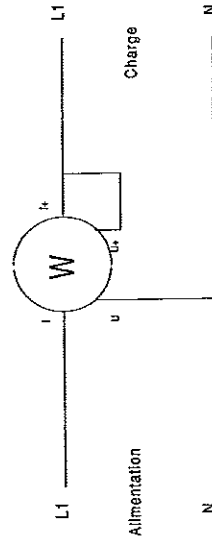
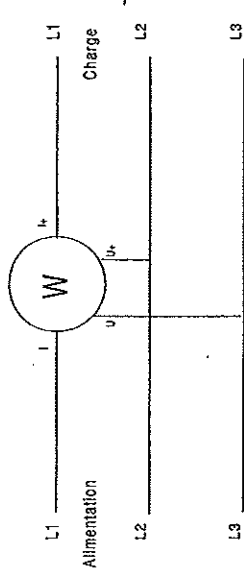

Fig 4.4.1 Schéma de branchement en monophasé
Fig 4.4.2 Schéma de branchement en Triphasé 3 Fils Équilibrés (uniquement PX 120)
Appliquer le schéma de branchement de la Fig.4.4.1 (monophasé) ou Fig.4.4.2 (Triphasé équilibré, T3FE uniquement PX 120), suivant le cas, en s'assurant si possible que celle-ci ne dépasse pas les limites maximales admissibles (voir tableau suivant).
3. Appliquer le schéma de branchement de la Fig.4.4.1 (monophasé) ou Fig.4.4.2 (Triphasé équilibré, T3FE uniquement PX 120), suivant le cas, en s'assurant si possible que celle-ci ne dépasse pas les limites maximales admissibles (voir tableau suivant). La commutation de gamme est automatique.
4. L'afficheur numérique du haut indique la valeur de la tension et l'unité correspondante (V). L'afficheur numérique du milieu indique la valeur du courant et l'unité correspondante (A). L'afficheur numérique bas indique la valeur de la puissance active (W).
4. L'afficheur numérique du haut indique la valeur de la tension et l'unité correspondante (V). L'afficheur numérique du milieu indique la valeur du courant et l'unité correspondante (A).
- Appliquer le schéma de branchement de la Fig.4.4.1 ou Fig.4.4.2 (T3FE uniquement PX 120), suivant le cas, en s'assurant si possible que celle-ci ne dépasse pas les limites maximales admissibles (voir tableau suivant). La commutation de gamme est automatique.